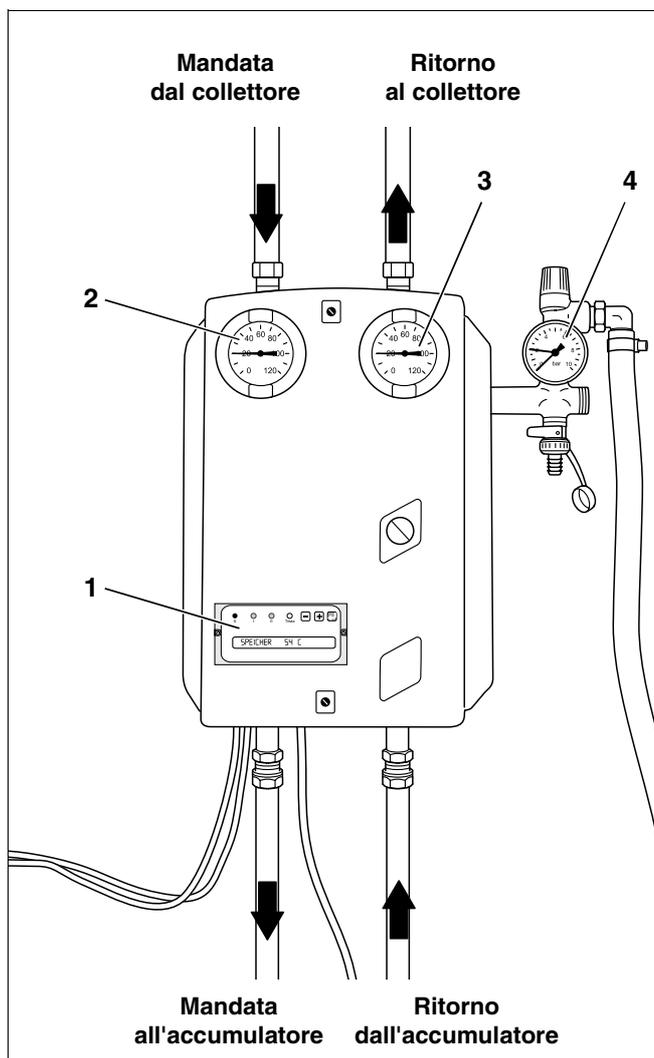

Fig. 2 Set idraulico completo KS (qui: KS 01.. R con regolatore integrato)
- Controllare la pressione dell'impianto sul manometro (fig. 2, **pos. 4**) del set idraulico completo (vedi capitolo 5.3 "Controllo della pressione dell'impianto ed eventuale nuovo suo ripristino", pagina 13) in caso di interruzione dell'alimentazione elettrica o di assenza prolungata.
- Regolatore (fig. 2, **pos. 1**)
- Termometro (fig. 2, **pos. 2 e 3**)
- Manometro (fig. 2, **pos. 4**)